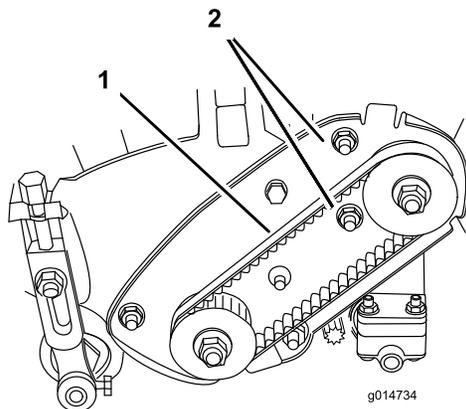

Figura 38
A. Afloje las tuercas de montaje del alojamiento del cojinete (Figura 38)
C. Sin variar el ajuste de la llave dinamométrica, apriete las tuercas de montaje del alojamiento del cojinete (Figura 38). No tense demasiado la correa.